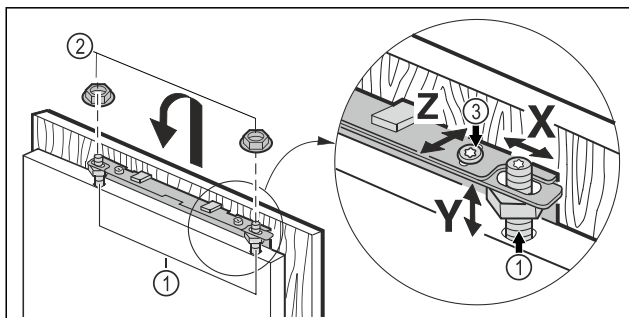

Fig. 18
- Zavěste nábytková dvířka na ustavovací čepy Fig. 18 (1) a pojistné matice Fig. 18 (2) a na ně volně našroubujte pojistné matice.
- Nábytkové dveře vyrovnejte ve výšce Y a ve stranovém sklonu: Ustavovací čepy Fig. 18 (1) nastavte šroubovákem.
- Pojistné matice Fig. 18 (3) dotáhněte.